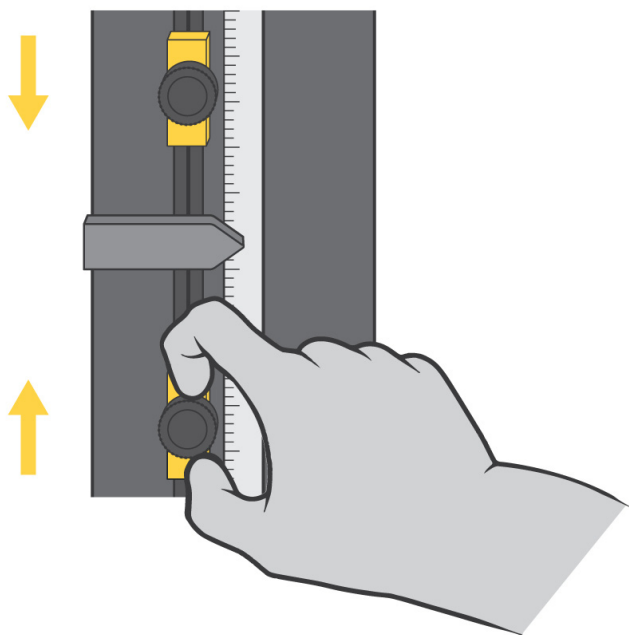

Figure 18. Réglage des butées de fin de course
machine, comme illustré en Figure 18 à la page 104. Les butées de fin de course (1 et 2) possèdent des vis moletées qui peuvent être serrées et desserrées à la main de manière à les fixer dans une position quelconque sur la tringle des fins de course. Positionnez ces butées légèrement au-delà des paramètres d'essai pour éviter tout dépassement de course de la traverse. Lorsque la traverse atteint sa course maximale prédéfinie, la came de commande du contacteur fin de course (3) entre en contact avec la butée correspondante. Ce contact entre la came et la butée déplace la tringle des fins de course et actionne les contacteurs de fin de course. Ceci arrête le déplacement de la traverse.